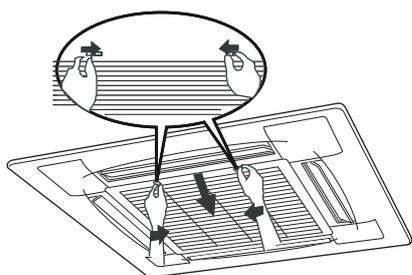
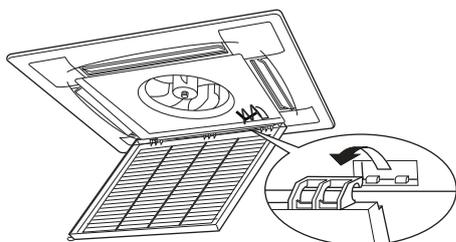

Fig.6-1
Fig.6-2
Déplacez simultanément les interrupteurs sur la grille, comme indiqué sur la Fig.6.1. Puis tirez vers le bas la grille d'entrée d'air (avec le filtre à air, comme indiqué à la Fig. 6.2).
2. Retirez la grille d'entrée d'air (avec le filtre à air comme indiqué sur la figure 6.2